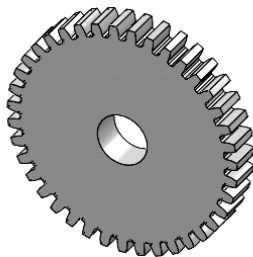

Рисунок 5.5
4. За допомогою команди **Вытянутый вырез** на панелі інструментів Элементы зробіть витискування створеного контуру наскрізь. Оберіть **Круговой массив** → у реверсі напрямку вкажіть циліндричну поверхню, кількість екземплярів = $z1$ (табл. 5.1) → ОК. Збережіть колесо (рис. 5.5).